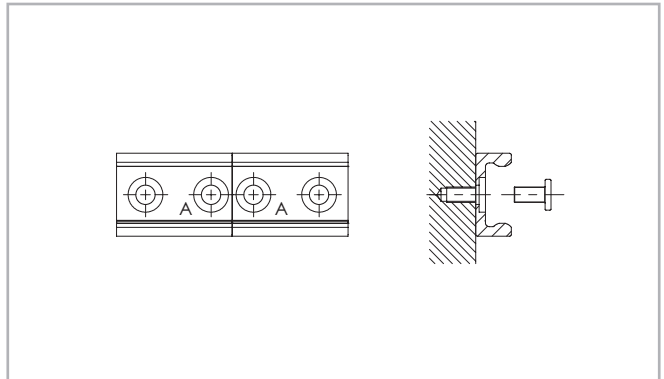

Fig. 80
- (1) Fixez les rails sur la surface de montage en serrant toutes les vis, à l'exception des dernières vis situées au niveau des aboutements du rail.
- (2) Montez les vis de fixation d'extrémité sans les serrer (voir fig. 80).